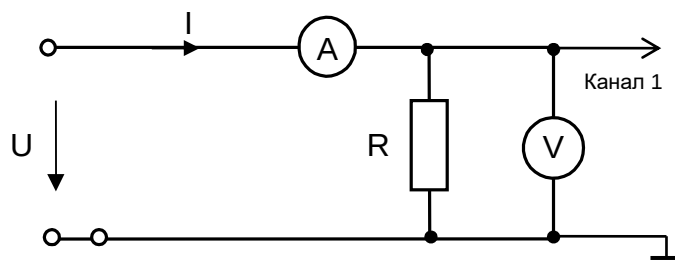

Рис. 1.11. Схема измерений резистора.
- Соберите цепь согласно схеме рис.1.11, включив в нее для начала резистор $R = 100 \text{ Ом}$. Осциллограф пока не подсоединяйте и не включайте. Подайте на вход питание от нерегулируемого источника постоянного напряжения $+15 \text{ В}$, и убедитесь, что напряжение равно $15 \pm 0,5 \text{ В}$, а ток примерно равен 150 мА .